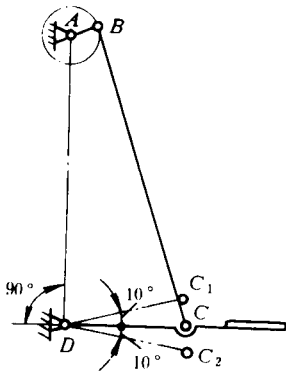

图 1-8
1. 图 1-8 所示为脚踏轧棉机的曲柄摇杆机构。要求踏板 CD 在水平位置上下各摆 10° ，且 $l_{CD}=500\text{mm}$ ， $l_{AD}=1000\text{mm}$ ，试求 l_{AB} 和 l_{BC} 的长度。